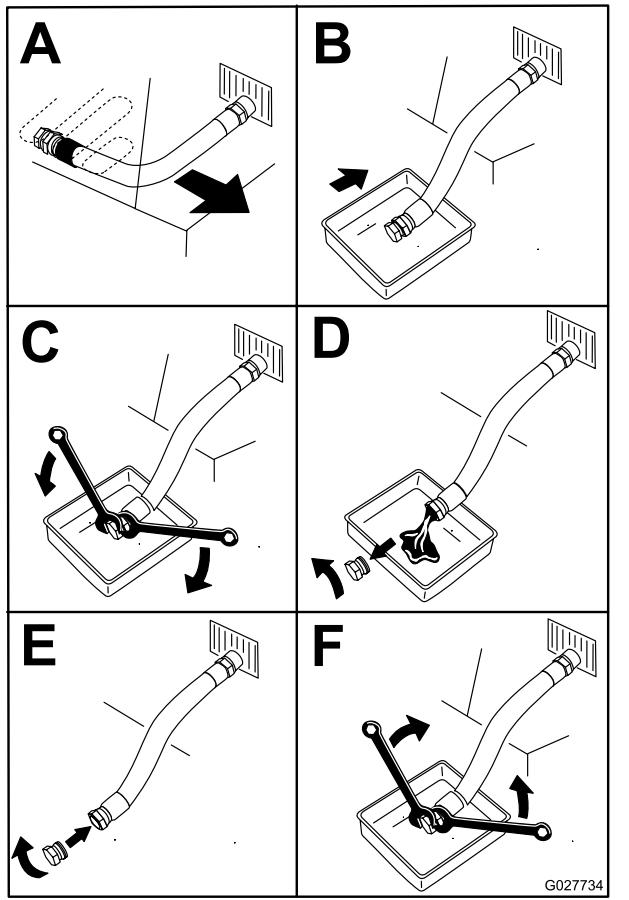

Figura 56
- Purge o óleo do motor (Figura 56).